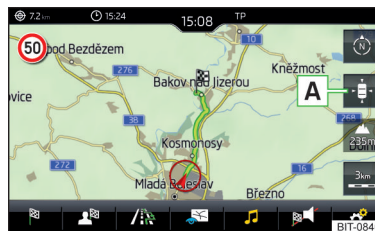

Fig. 177
► Pentru **centrarea hărții**, atingeți suprafața de comandă funcții » fig. 177.